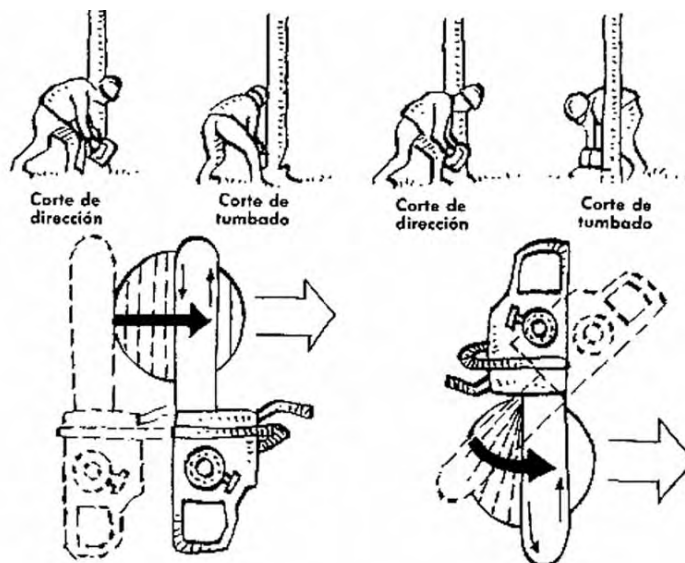

FIG. 067
- Entre la entalladura y el corte final o de volteo se dejara una tira regular sin cortar que hará de bisagra, orientando la caída. **FIG. 067**